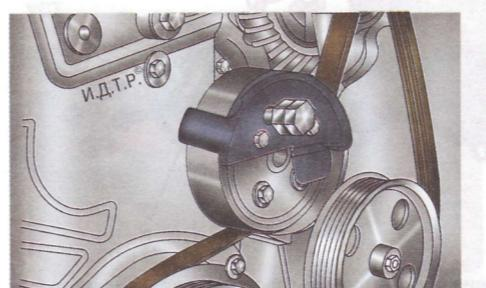

Рис. 4.7. Установка приспособления для монтажа ремня привода вспомогательных агрегатов на шкив водяного насоса
7. Установите новый ремень привода вспомогательных агрегатов на шкивы коленчатого вала, водяного насоса и насоса гидроусилителя рулевого управления таким образом, чтобы ремень находился на центральной части ручьев шкивов. Установите на шкив водяного насоса приспособление в положение, показанное на рис. 4.7, нажав на него до щелчка, означающего фиксацию приспособления на шкиве.